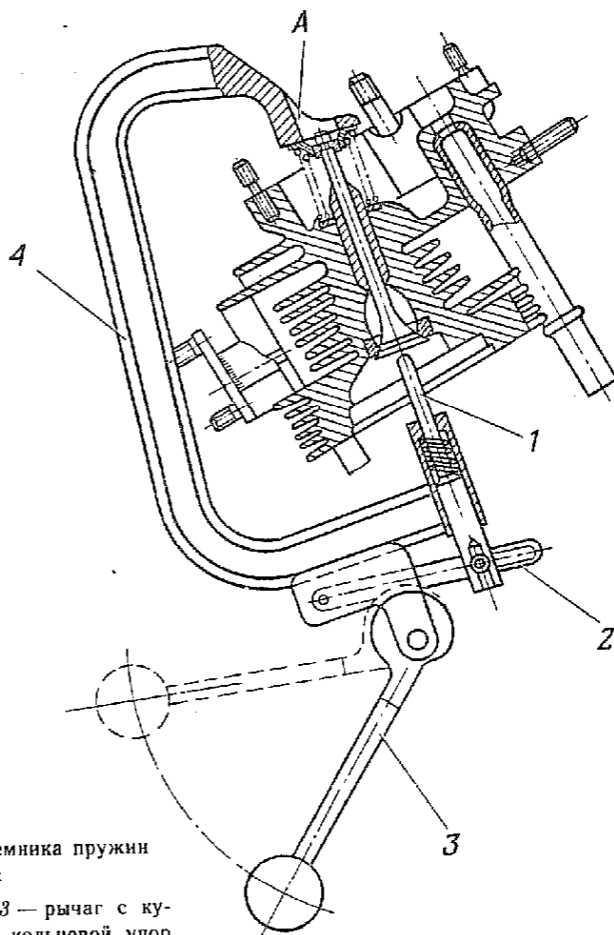
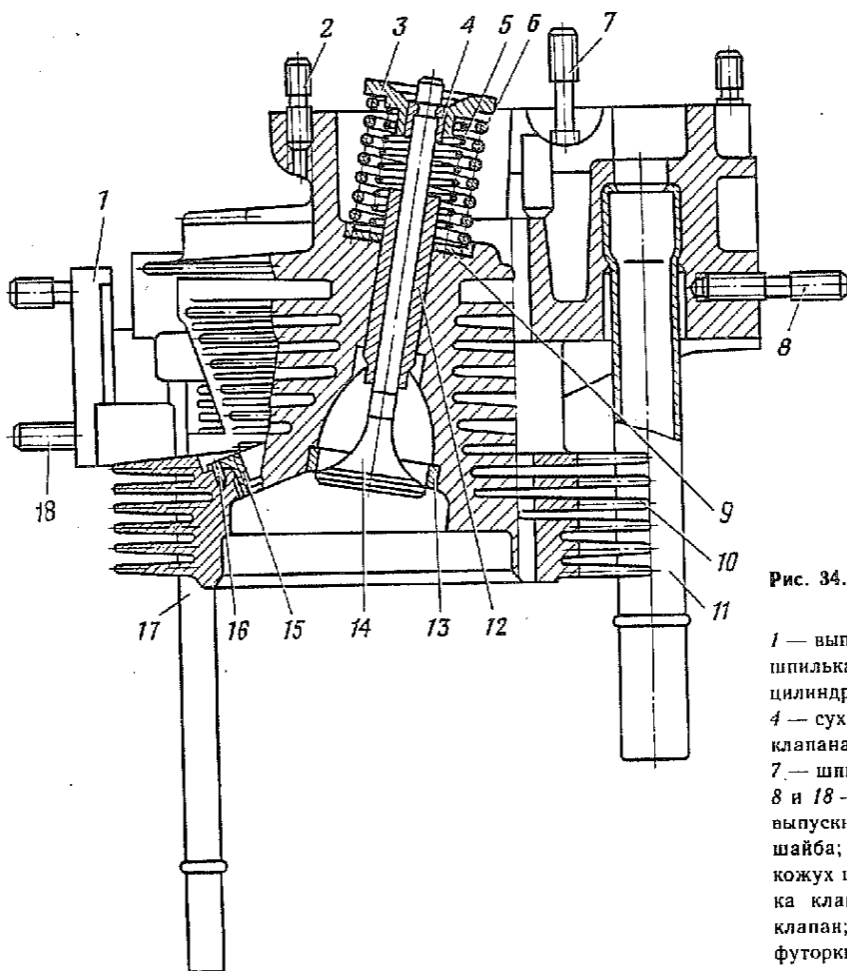

Рис. 33. Установка съемника пружин клапана:
Рис. 34. Головка цилиндров с клапанами в сборе:
1.3. Установить съемник пружин клапана на головку цилиндров (рис. 33) и, сжав с помощью съемника пружины 5 и 6 (рис. 34) клапана 14, снять сухари 4 (съемник пружин клапана).
3.1. Установить клапан 14 (рис. 34) согласно сделанным меткам в направляющую втулку 12 головки цилиндров и, придерживая клапан, установить поочередно опорную шайбу 9, пружины 6 и 5 клапана, тарелку 3 пружин клапана.
3.2. Установить съемник пружин клапана на головку цилиндров (рис. 33) и, сжав с помощью съемника пружины, установить сухари 4 (рис. 34) монтируемого клапана (съемник пружин клапана).